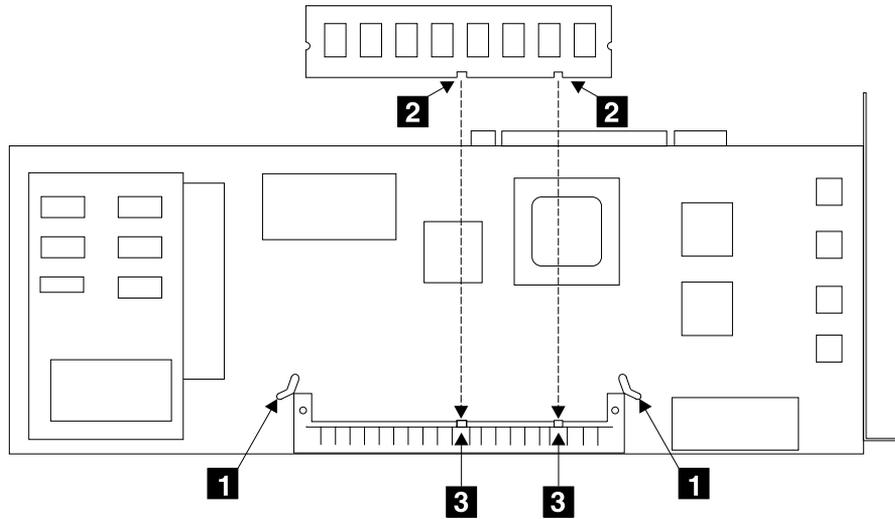

Figure 3. Pattes de fixation, encoches et repères
1. Reportez-vous à la figure 3.